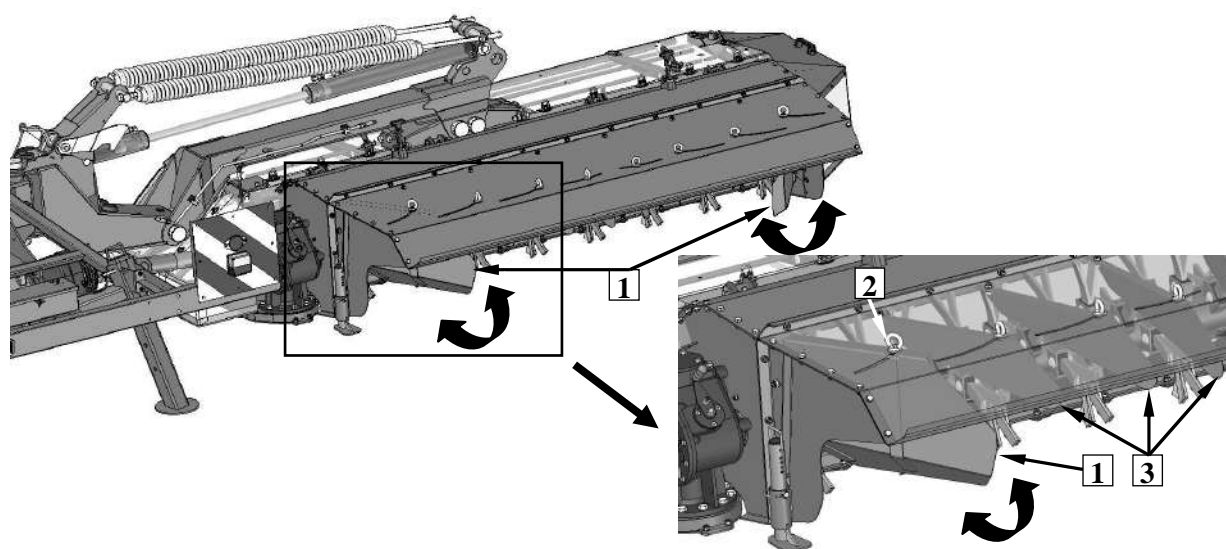

Рис. 33. Регулировка скребков покоса: 1- скребок покоса, 2 – регулировочный болт, 3 - рулевое колесо покоса
С целью установки ширины покоса следует совершить регулировку скребков покоса (1) (**Рис. 33**) (касается: KDD S/ST/SL/SLT (H)):
- ❑ травить болт с петлей (2) скребка покоса,
- ❑ установить скребок покоса (1) в зависимости от требования,
- ❑ докрутить болт (2),
- ❑ равномерное раскладывание покоса можно регулировать рулевыми колесами (3) аналогичным образом как регулируются скребки.